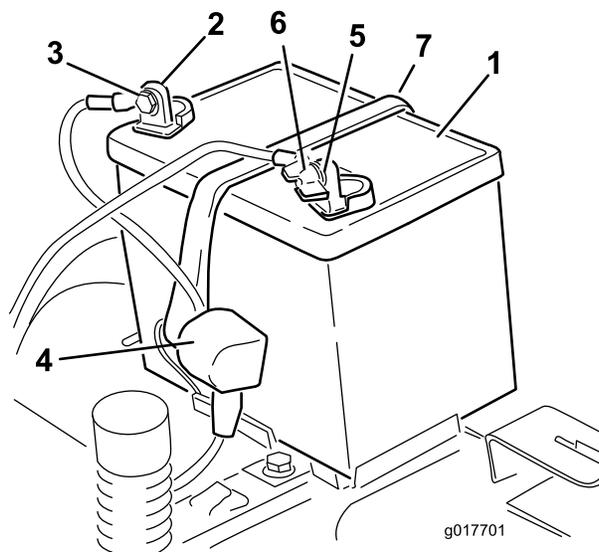

Figura 47
4. Desligue o cabo negativo (preto) do pólo da bateria (Figura 47).
6. Desligue o cabo positivo (vermelho) do pólo da bateria (Figura 47).
7. Retire o suporte da bateria (Figura 47) e levante a bateria para a retirar da respetiva plataforma.
1. Posicione a bateria no tabuleiro (**Figura 47**).
5. Prenda a bateria ao suporte (**Figura 47**).